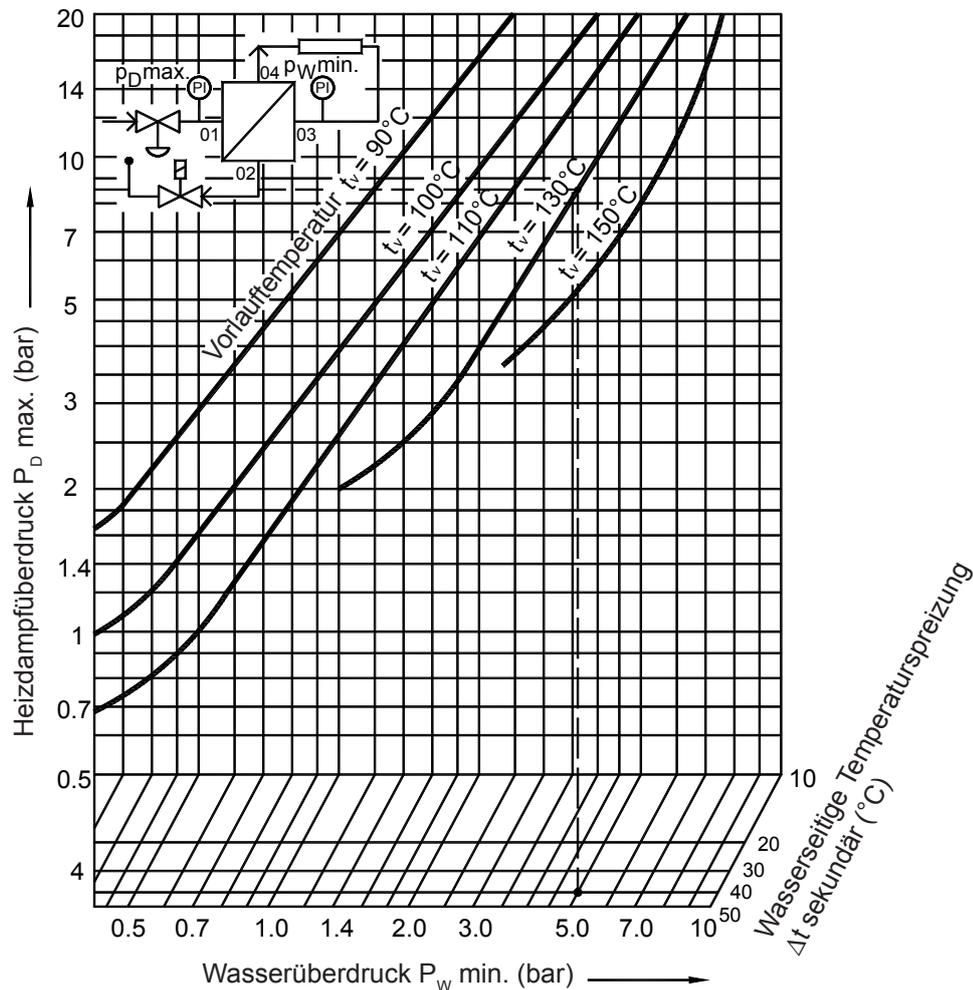

Abb. 3: Überdruck / Temperatur Diagramm für dampfbeheizte Wärmeübertrager
8. Öffnen Sie langsam die Armaturen auf der Dampfeintrittsseite (01). Die Primärseite des Apparates steht nun unter dem vollen Druck des Heizmittels, da das Kondensatregelventil noch geschlossen ist. So können Sie nun prüfen, ob alle Anschlüsse dicht sind.
10. Stellen Sie bei allen Warmwassererzeugern sicher, dass bei der gegebenen max. Dampftemperatur der vorhandene min. Wasserüberdruck auf der Sekundärseite ausreicht, um eine Dampfbildung auszuschließen. Siehe hierzu Abb. 3 (unten).